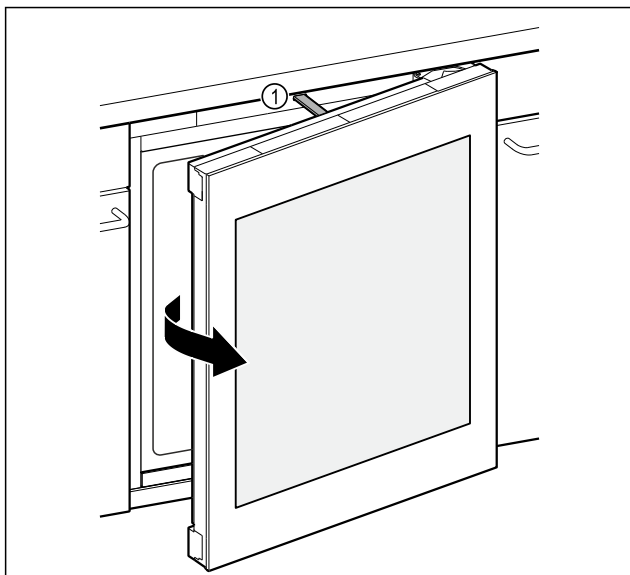

Fig. 135
- Shufra shtytëse Fig. 135 (1) e hap derën rreth 7 cm.